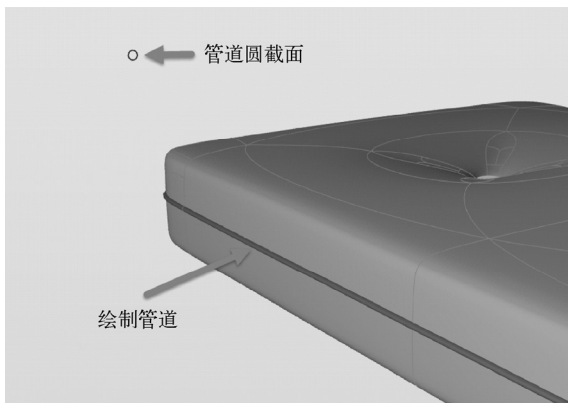

图 7-33 绘制管道作为包边
5) 使用“管道”工具绘制一个管道曲面。以曲线圆为截面, 以提取边线为轨迹, 如图 7-33 所示。